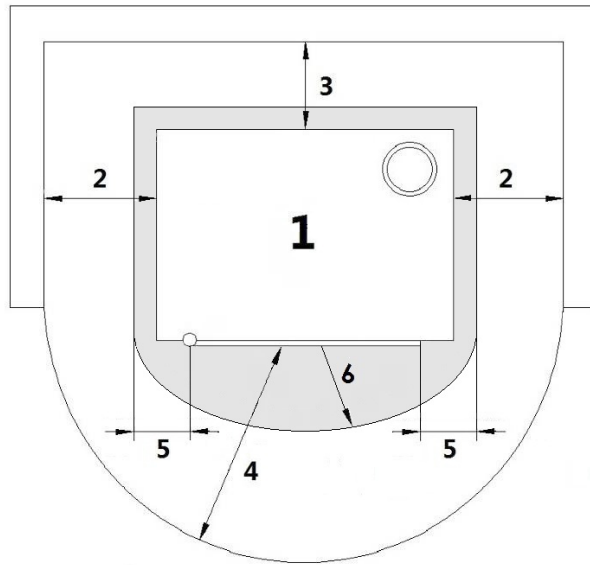

Fig. 13 - Installazione generica
**LEGENDA** Fig. 13 a pag. 14
- È obbligatorio installare la stufa staccata da eventuali muri e/o mobili, con un giro d'aria minimo di 350 mm ai lati, di 400 mm sul retro, per consentire un efficace raffreddamento dell'apparecchio e una buona distribuzione del calore nell'ambiente (vedi **Fig. 13 a pag. 14**).
- Per le norme di sicurezza antincendio si devono rispettare le distanze da oggetti infiammabili o sensibili al calore (divani, mobili, rivestimenti in legno ecc...) come riportato in **Fig. 13 a pag. 14**.
- Se le pareti sono in materiale infiammabile, verificare le distanze di sicurezza (vedi **Fig. 13 a pag. 14**).